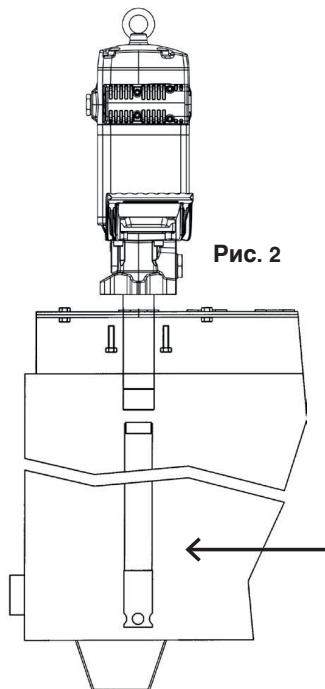

Рис. 2
- a. Установка на стену (используя кронштейн (360132). Для этого необходимо прочно прикрепить кронштейн к стене, установить насос на кронштейн и зафиксировать с помощью винтов, входящих в комплект насоса (рис. 2).
- b. Установка прямо на бочку или емкость. Прикрутите подходящую всасывающую трубу (см. рис. 2) к обратному клапану насоса. Вставьте трубу через крышку бочки/емкости. Прикрутите насос к крышке с помощью винтов M10 (4 отверстия с диаметром 112 мм).